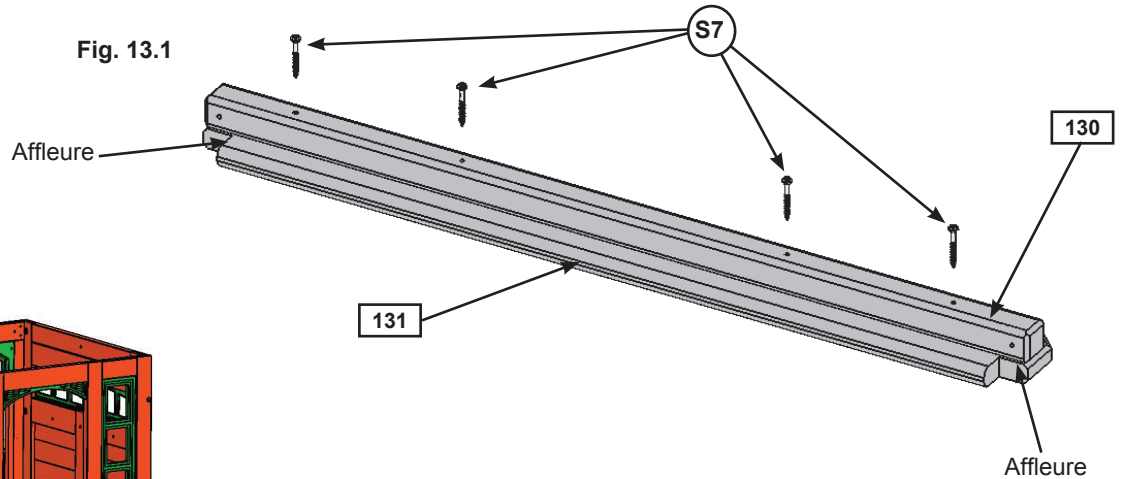

Fig. 13.2
B : Placez l'assemblage de dessus de table pour qu'il soit serré dans l'ouverture du (051) panneau de mur avant, puis fixez le (130) support de table au (051) panneau de mur avant avec 2 (S3) vis à bois n° 8 x 2 ½ po. (fig. 13.2 et 13.3)